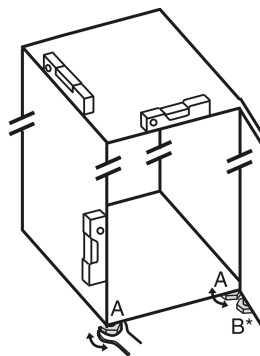

Fig. 5
- Svitare i piedini regolabili Fig. 5 (A) con la chiave a forchetta contenuta nella fornitura e con l'aiuto di una bilancia idrostatica, finché l'apparecchio non si trova in posizione stabile e piana.
- Con la chiave a forchetta in dotazione, svistare il piedino regolabile Fig. 5 (B) sul cuscinetto di supporto inferiore, fino a farlo appoggiare sul pavimento.
- Ruotare ulteriormente il piedino regolabile Fig. 5 (B) di 90°.